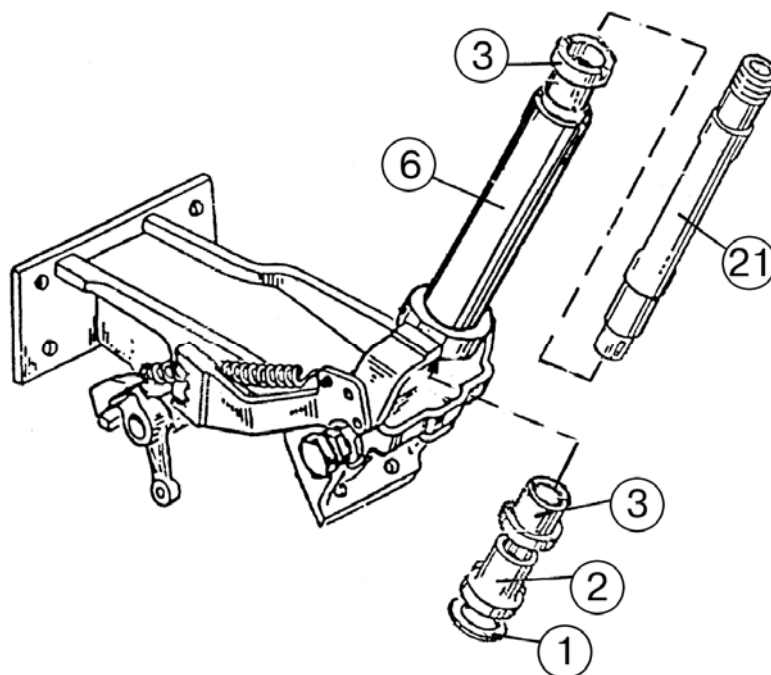

Рис.6.17
8) установите амортизаторы (3), (рисунок 6.17), до упора буртов амортизаторов, в верхний и нижний торцы трубы (6);
9) установите втулку (2), (рисунок 6.17), в амортизатор (3) с нижней стороны трубы (6) до упора.
10) смажьте внутреннюю поверхность втулки (2), (рисунок 6.17), смазкой «Литол-24»;
11) нанесите на торец шайбы (1), (рисунок 6.17), смазку «Литол-24» и прижмите рукой к торцу втулки (2);